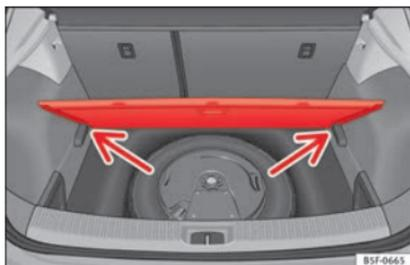

Fig. 181 Maletero: piso variable
- Apoye el piso sobre los alojamientos previstos para tal uso »» fig. 181 (flechas).